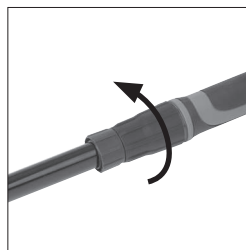

Fig. 5
- Serrare il dado a bussola per bloccare il tubo di prolunga e la ghiera nelle posizioni di funzionamento. **(Fig. 5)**